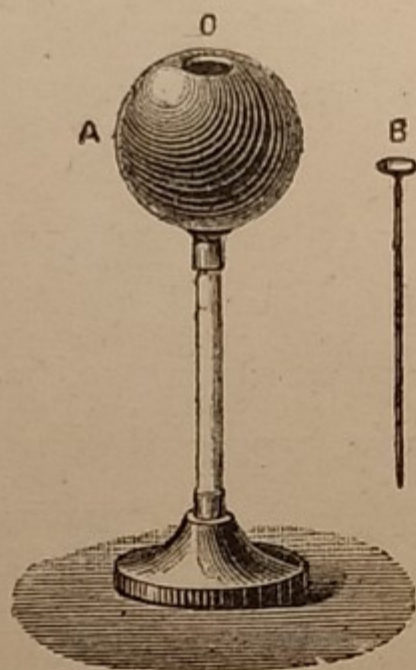

Fig. 110.
1) Si elettrizzi una sfera di ottone, cava (fig. 110), munita di un'apertura O. Se in questa si introduce un dischetto metallico B munito di manico isolante (*piano di prova*) e poi lo si accosta ad un elettroscopio a foglie d'oro, questo non accuserà presenza d'elettricità. Se invece si ripete l'esperienza toccando la superficie esterna, le foglioline divergeranno immediatamente. Quest'apparecchio è noto col nome di *pozzo di Beccaria*.